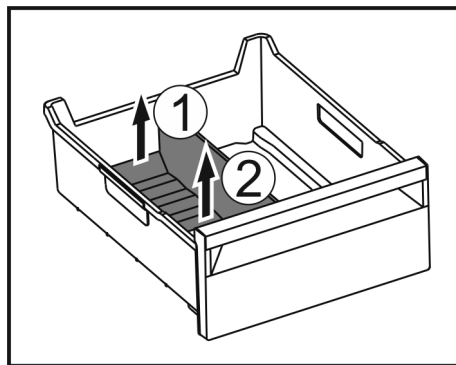

Fig. 117
- 提升冰格分隔器后部。 Fig. 117 (1)
- 向上取出冰格分隔器。 Fig. 117 (2)